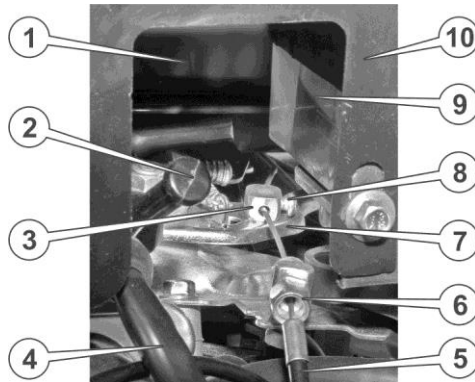

Рис. 7. – Регульовальні елементи карбюратора
17. Вставити трос механізму регулювання подачі палива в отвір кронштейна даного механізму, закріпити кінець троса в кліпсі важеля регулювання подачі палива за допомогою гвинта (див. рис. 7.)